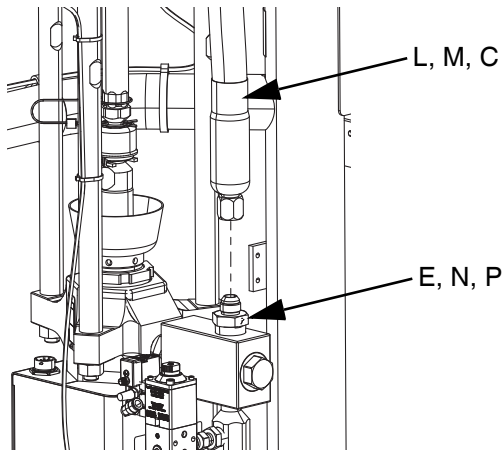

FIG. 18
4. Si utiliza un sistema de suministro con elevador iQ simple, conecte la manguera de suministro 1 (C) al de conexión del sistema y a la manguera de suministro 1 accesorio(E) como se muestra en la FIG. 1 y en la FIG. 18.
- a. Conecte la manguera en tándem 1 (L) a la unidad de suministro con elevador 1 al accesorio de conexión de la manguera en tándem 1 (N) como se muestra en la FIG. 2 y en la FIG. 18.
- b. Conecte la manguera en tándem 2 (M) a la unidad de suministro con elevador 2 al accesorio de la manguera en tándem 2 (P) como se muestra en la FIG. 2 y en la FIG. 18.